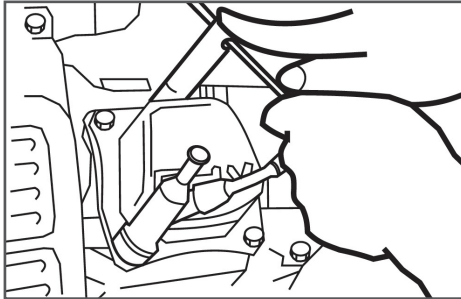

Рис. 18 Откручивание свечи зажигания
1. Снимите колпачок высоковольтного провода (Рис. 18) со свечи зажигания и удалите грязь вокруг свечи зажигания.
2. Открутите свечу зажигания свечным ключом (Рис. 18).